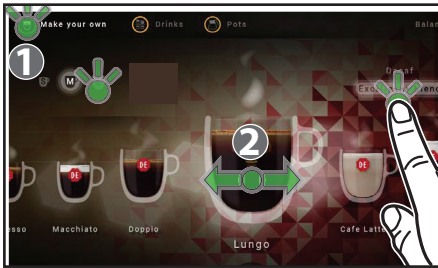

Abb. 4.5- Auswahl von "Eigenes Rezept"
1. Tippen Sie auf das obere linke Piktogramm "Eigenes Rezept" (1) auf dem Touchscreen, wenn das Gerät im Ausgabemodus ist (Abb. 4.5).
- **DAS GEWÜNSCHTE GETRÄNK (2)** - Ziehen Sie das Getränk Ihrer Wahl in die Mitte des Touchscreens (Abb. 4.5)
- **GETRÄNKEGRÖSSE** - tippen Sie auf K(lein), M(ittel) oder G(roß) (Abb. 4.5)
- **PRODUKTE** - treffen Sie eine Sortenauswahl, wenn in speziellen Geräten 2 Kaffeesorten konfiguriert sind. (Abb. 4.5)